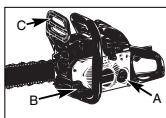

Abb. 8
1. Füllen Sie den Treibstofftank (A) mit der richtigen Treibstoffmischung auf (Abb. 8).
2. Füllen Sie den Öltank (B) mit dem richtigen Ketten- und Schienenöl auf (Abb. 8).
3. Stellen Sie sicher, dass die Kettenbremse (C) vor dem Anlassen des Motors entkuppelt ist.